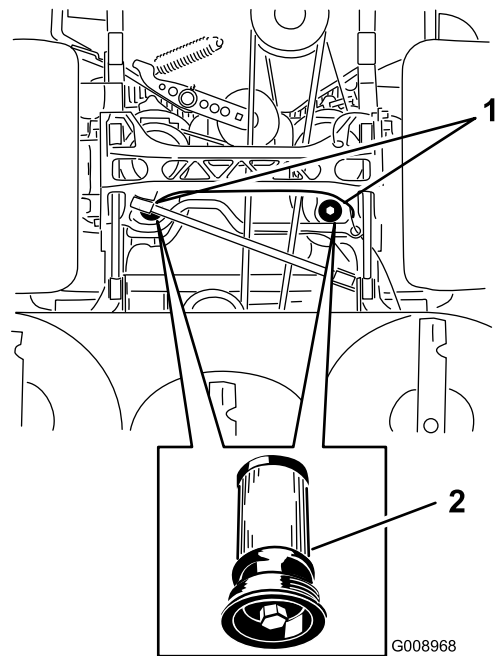

Figure 90
5. Placez un bac de vidange sous le filtre, retirez le filtre usagé et essuyez la surface (Figure 90).
6. Appliquez une fine couche de liquide hydraulique sur le joint en caoutchouc du filtre de rechange (Figure 90).